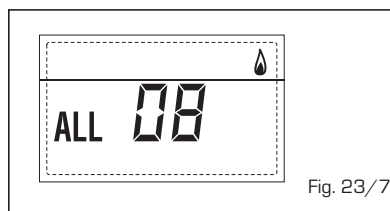

Fig. 23/7
- **ANOMALÍA CIRCULACIÓN AGUA "ALL 09" (fig. 23/8)**